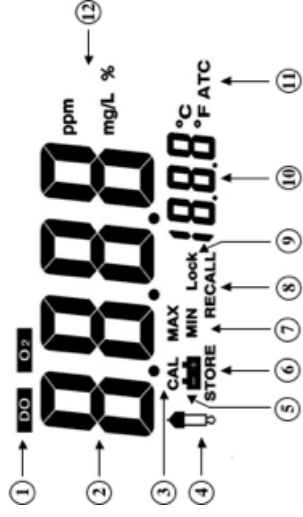

Рис.1
1. Если заряд элемента питания станет слишком низким для работы прибора, на дисплее появится соответствующий индикатор (см. п.5, Рис.1). Это означает, что элемент питания пора заменить на новый.